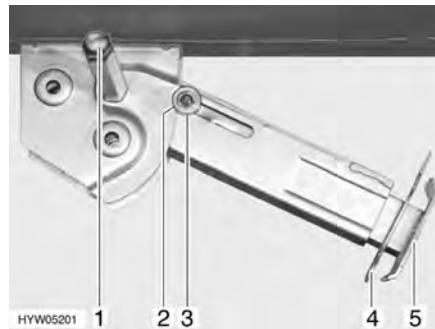

Fig. 22 Vérin stabilisateur
- Placer la clé à pipe sur l'écrou à six pans (Fig. 22,1) et tourner jusqu'à ce que le vérin stabilisateur soit en position verticale vers le bas.
- Retirer la goupille (Fig. 22,4) de la rallonge du pied d'appui (Fig. 22,5).
- Placer la clé à pipe sur l'écrou à six pans (Fig. 22,1) et tourner jusqu'à ce que le vérin stabilisateur se dégage du sol.
- Rentrer complètement la rallonge du pied d'appui (Fig. 22,5) et insérer la goupille (Fig. 22,4) dans le trou prévu à cet effet.
- Tourner la clé à pipe sur l'écrou à six pans (Fig. 22,1) jusqu'à ce que le vérin stabilisateur ait pivoté vers le haut et le disque de guidage (Fig. 22,3) soit complètement rentré dans l'encoche (Fig. 22,2).